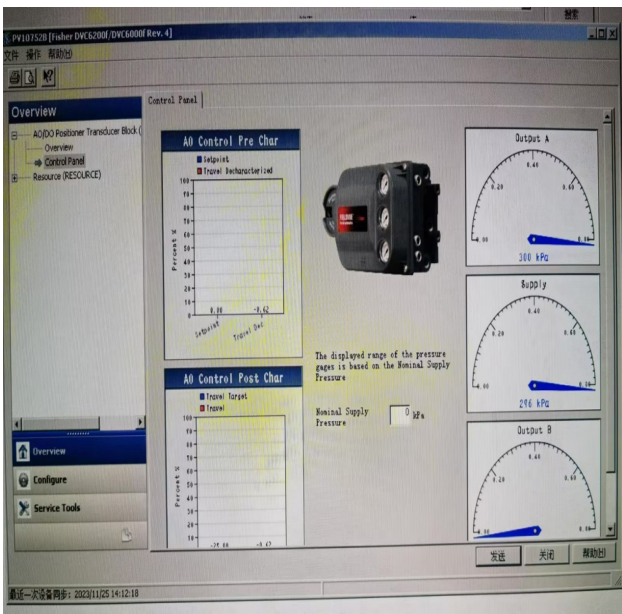

图 2 定位器状态界面
②打开定位器之后，就进入定位器菜单，双击 Overview 菜单，然后双击 Control Panel 菜单就可以看见定位器的当前状态，如供应压力(Supply)、出口压力(output)、阀门给定值(setpoint)、阀门反馈值(travelDec)等，如图 2 所示。